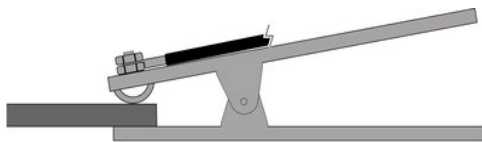

Fig. 3
2. Fixez la bride de mise à la masse sur la pièce à travailler (fig. 3). Reliez la bride de mise à la masse directement sur la pièce à travailler et aussi près que possible de la zone de coupe pour empêcher le courant de coupage d'emprunter un trajet inattendu, créant ainsi un choc électrique ou un risque d'incendie.